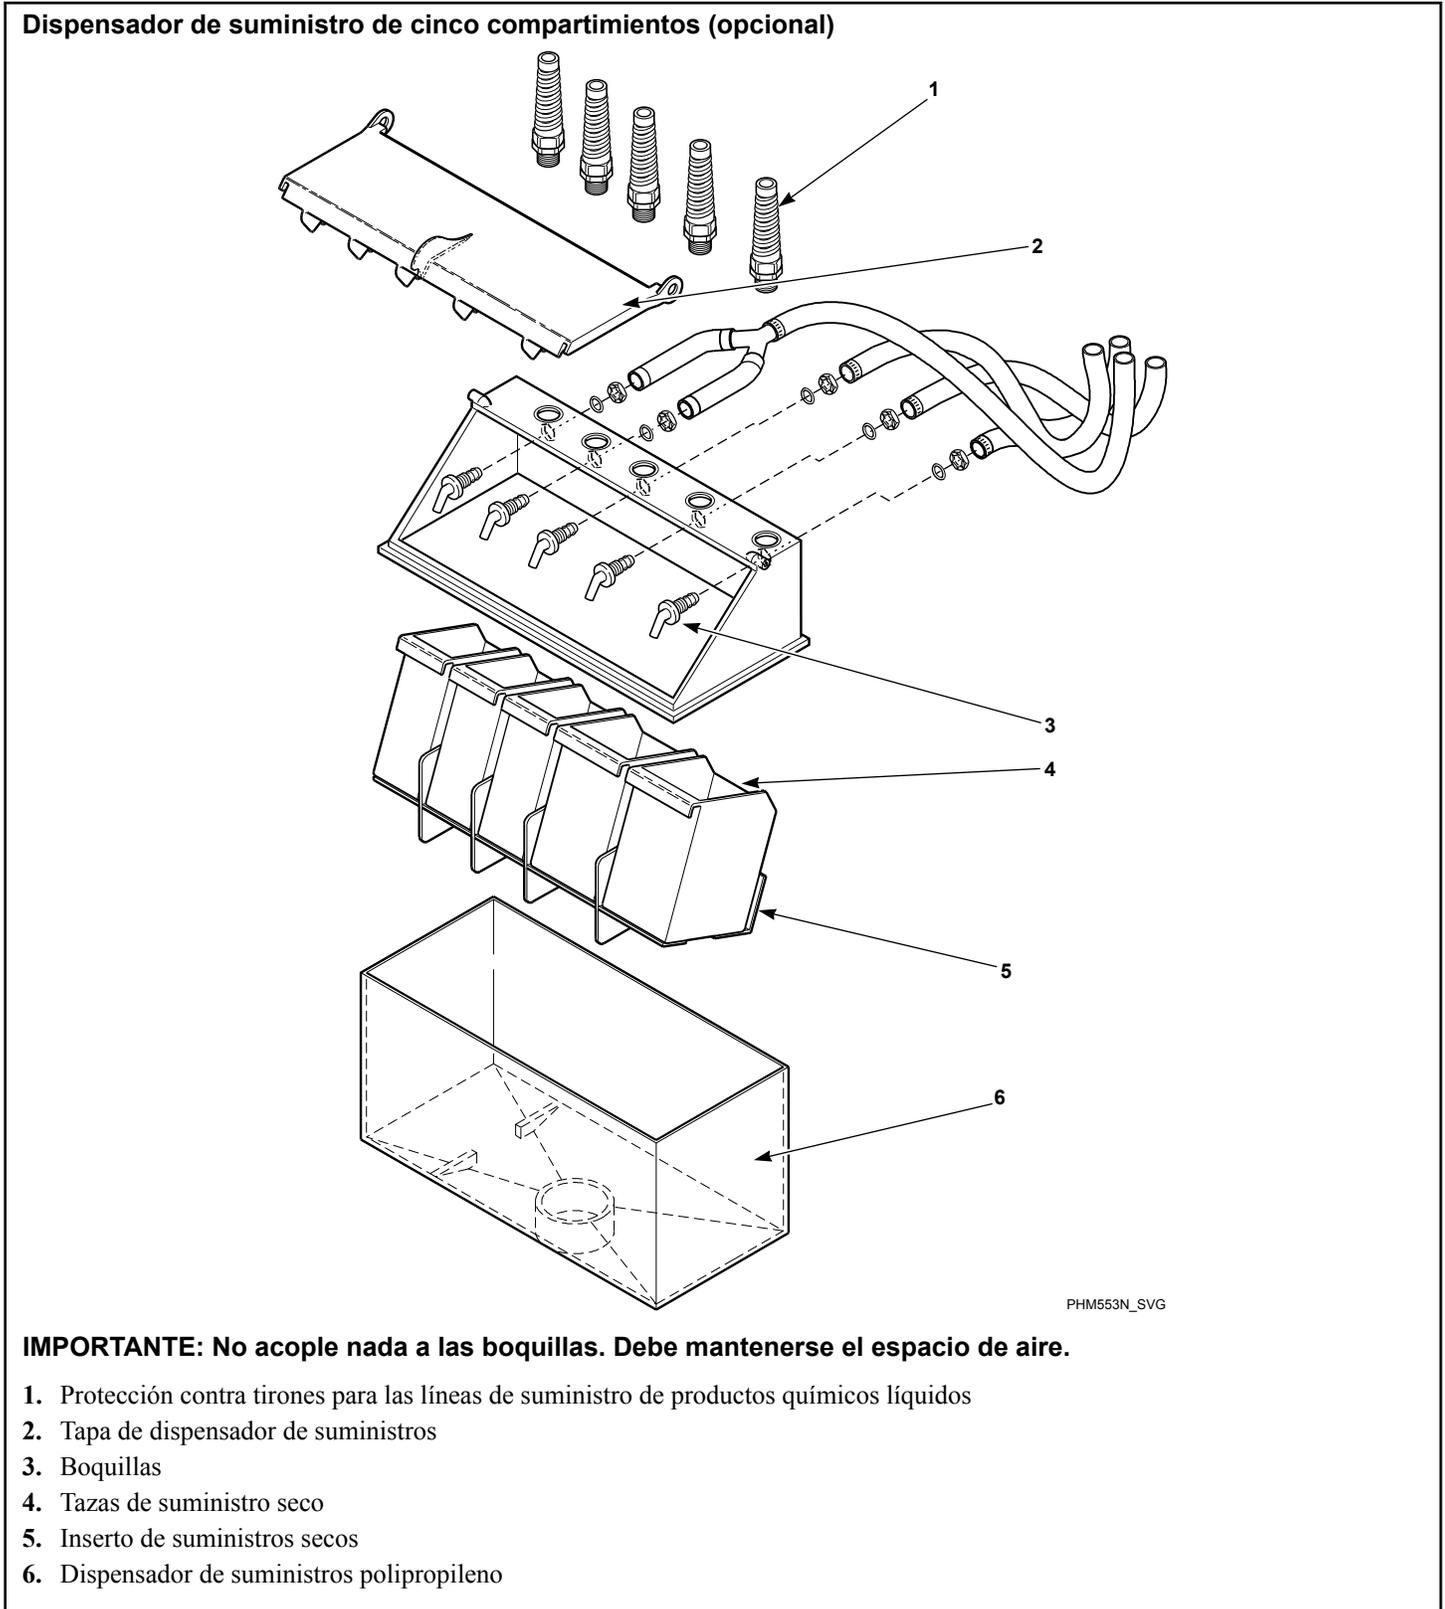

Figura 35
**IMPORTANTE:** El goteo de productos químicos sin diluir puede dañar la máquina. Todas las bombas de distribución de suministro por inyección de productos químicos y las tuberías distribuidoras deben montarse por debajo del punto de inyección de la lavadora. Los anillos no previenen los goteos si no se siguen estas instrucciones. *Figura 34* Muestra un sistema de suministro de inyección de sustancias químicas típico. *Figura 35* Muestra un sistema de suministro de cinco compartimiento típico.
1. Retire la pieza desmontable del dispensador de suministro. Consulte la *Figura 35* . Los tapones se ponen en el interior del anillo de la tubería.